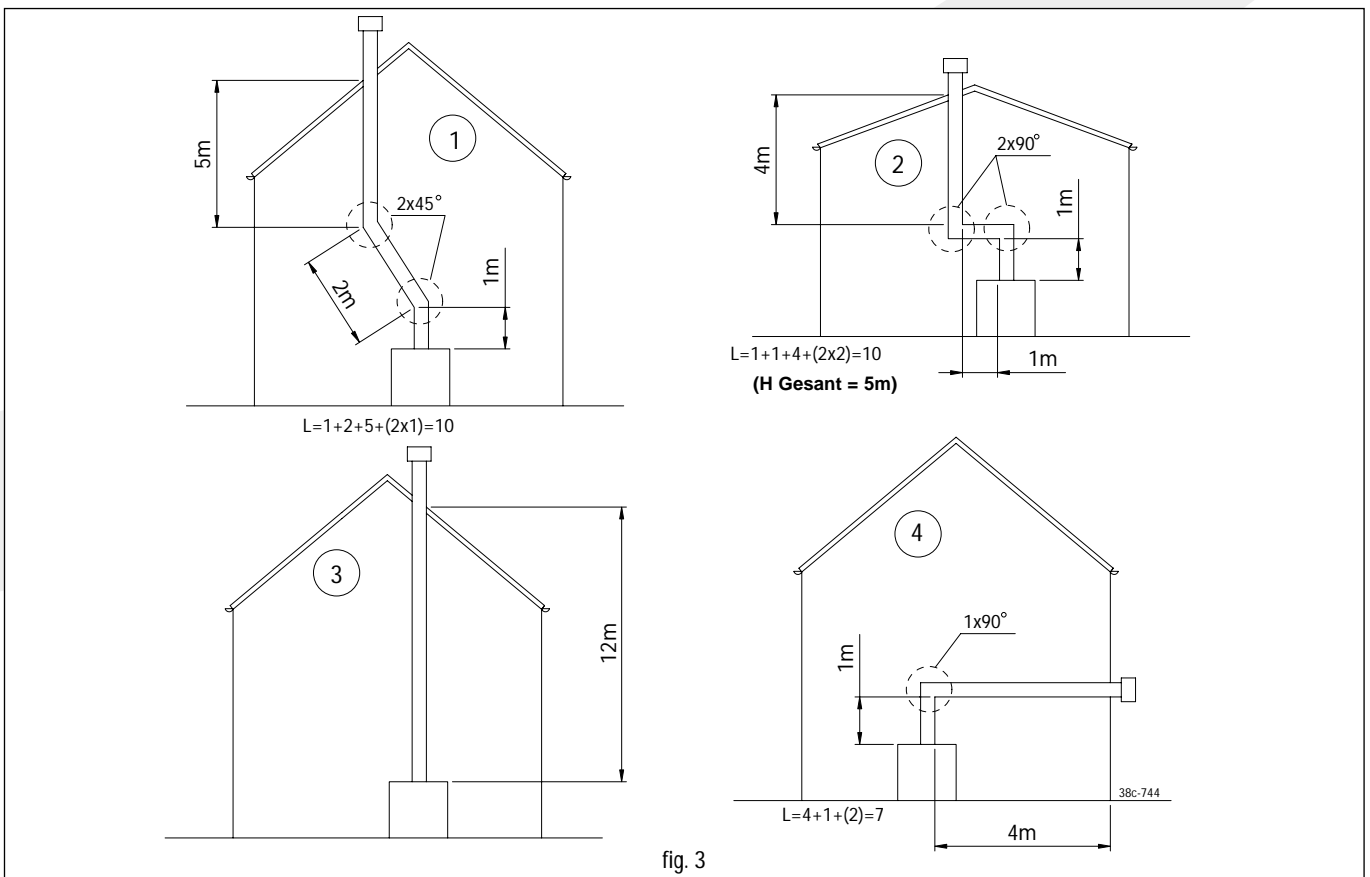

fig. 3
Anschlußmöglichkeiten (Fig. 3)
Die maximale Gesamtlänge ist die Summe der Rohrlänge plus der Länge für die Krümmungen (siehe die 4 Beispiele in Fig. 3).
- Entscheiden Sie sich für eine der Anschlussmöglichkeiten gemäss Fig. 3.